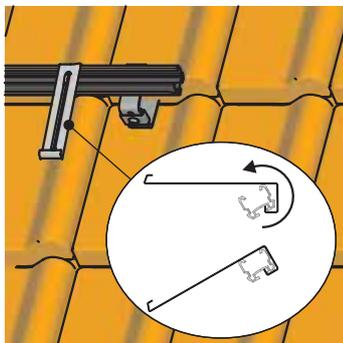
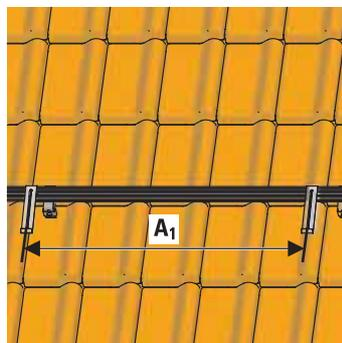

Figura 3-15 Montare il gancio di fissaggio per collettori
Figura 3-16 Posizionare il gancio di fissaggio per collettori
1. Attaccare i ganci di sicurezza del collettore verticalmente alla superficie di posa del collettore, alla distanza dovuta a seconda del tipo di collettore, nella scanalatura guida del profilo di montaggio inferiore e rovesciare verso il basso. Dopo aver agganciato i ganci, è possibile spostarli lateralmente (vedere Figura 3-15 e Figura 3-16).